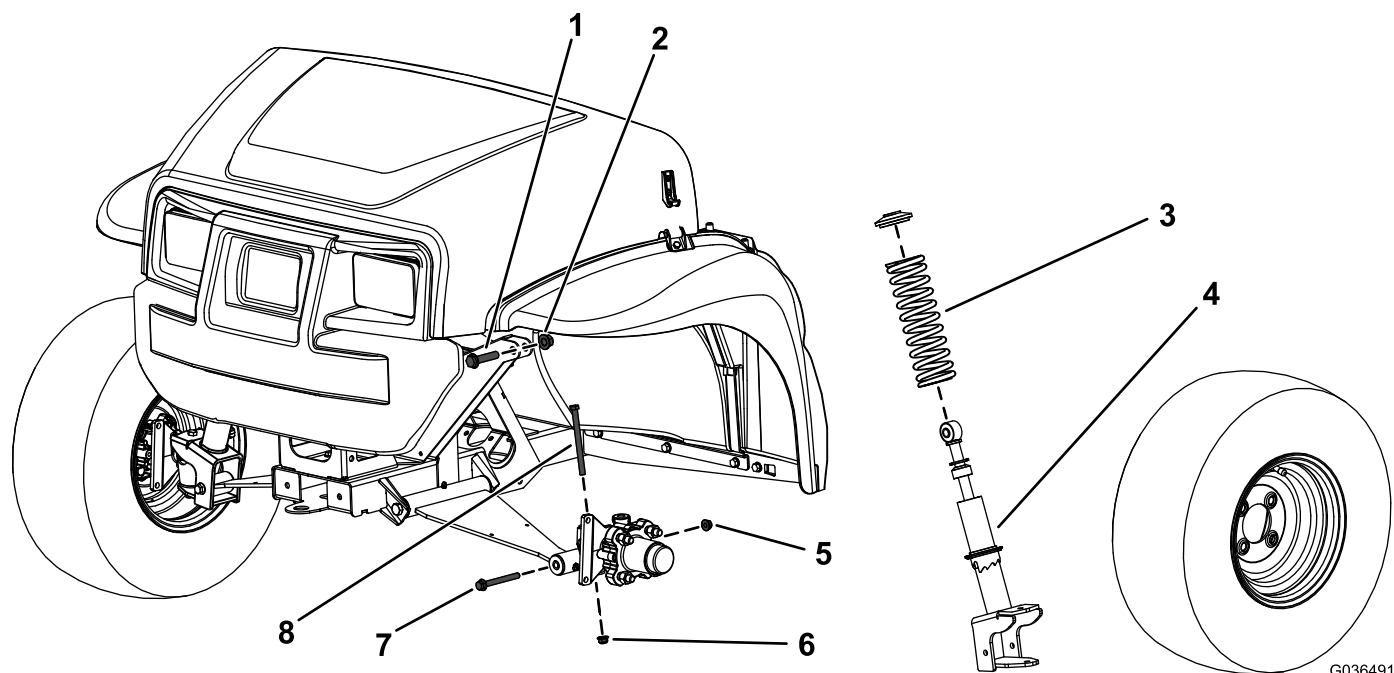

Рисунок 1
2. Снимите болт с шестигранной головкой (3/8 x 4-3/4 дюйма) и фланцевую гайку (3/8 дюйма) со шпинделя (Рисунок 1).
3. Снимите болт с шестигранной головкой (3/8 x 3-1/2 дюйма) и фланцевую гайку (3/8 дюйма) с рычага управления (Рисунок 1).
4. Снимите болт с шестигранной головкой (1/2 x 2-1/4 дюйма) и контргайку (1/2 дюйма), которые крепят стойку в сборе к верхней раме (Рисунок 1).
5. Снимите стойку в сборе (Рисунок 1).
3. Снимите пружину со стойки в сборе (Рисунок 1).
4. Установите новую пружину на имеющуюся стойку в сборе (Рисунок 1).
2. Прикрепите верхнюю часть стойки в сборе к раме при помощи верхнего болта с шестигранной головкой (1/2 x 2-1/4 дюйма) и контргайки (1/2 дюйма), как показано на Рисунок 1.
4. Установите болт с шестигранной головкой (3/8 x 4-3/4 дюйма) и фланцевую гайку (3/8 дюйма) на шпиндель (Рисунок 1).
6. Прикрепите нижнюю часть стойки в сборе к рычагу управления при помощи болта с шестигранной головкой (3/8 x 3-1/2 дюйма) и фланцевой гайки (3/8 дюйма), как показано на Рисунок 1.